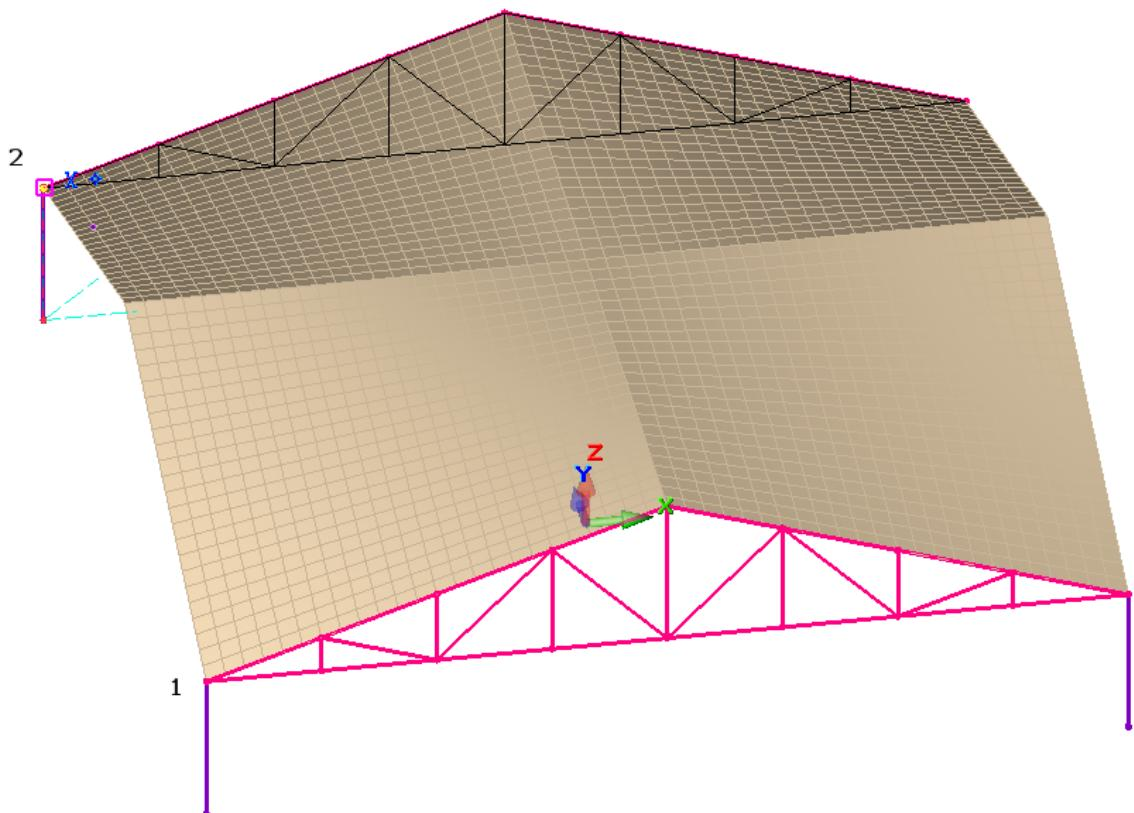

Рис.3.3. Точки 1 и 2 для вставки ферм
- Установите две фермы, указав щелчком левой кнопки мышки точки вставки (верх стержня колонн) 1 и 2 (рис.3.3)